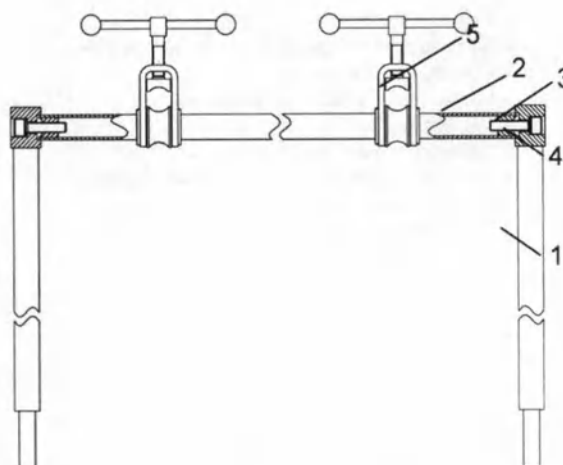

Рис. 5.2
1. Оденьте по 2 передвижных блока (рис. 5.1, поз. 10; рис. 5.2, поз. 5) на каждую поперечную соединительную перекладину (рис. 5.1, поз. 3; рис. 5.2, поз. 2).
2. Наденьте шайбы (рис. 5.2, поз. 3) на болты (рис. 5.2, поз. 4). С помощью болтов соедините ножные и головные вертикальные перекладины (рис. 5.1, поз. 1 и 2; рис. 5.2, поз. 1) с поперечными соединительными перекладинами (рис. 5.1, поз. 3; рис. 5.2, поз. 2).
3. Перед монтажом ножной части ортопедической рамы к кровати, оденьте по одному передвижному блоку (рис. 5.1, поз. 10; рис. 5.2, поз. 5) на каждую ножную вертикальную планку (рис. 5.1, поз. 2).
5. Наденьте шайбы (рис. 5.3, поз. 3) на все вертикальные перекладины (рис. 5.3, поз. 4; рис. 5.2, поз. 1 и 2).